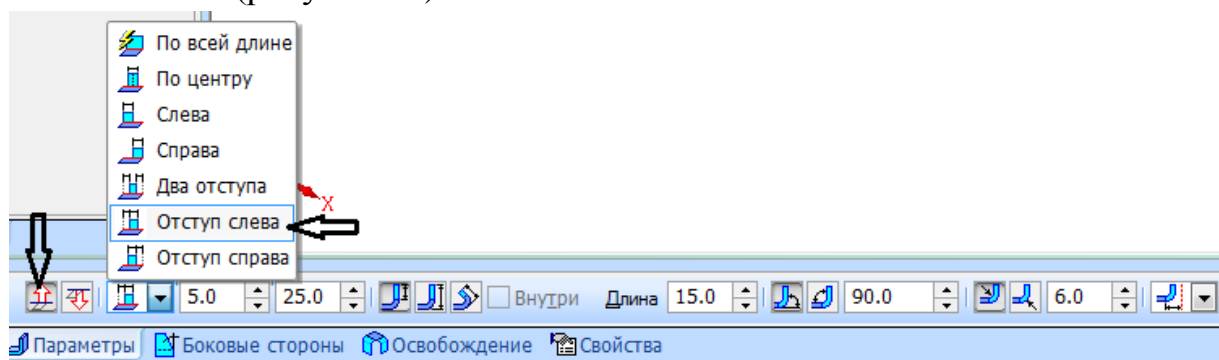

Рисунок 48.
3. Сгиб направим вверх, для этого нажмем кнопку «Прямое направление», «Размещение» - «Отступ слева». В полях вводим значения: «Отступ слева» - **5мм**, «Ширина сгиба» **25мм**, «Длина» - **15мм** и «Радиус сгиба» - **6мм** (рисунок 48).